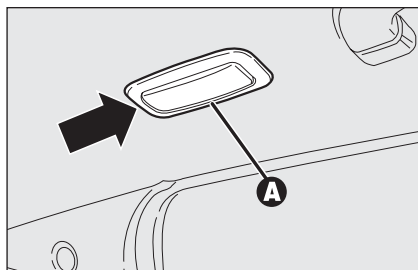

fig. 46
- enlever le plafonnier **A-fig. 46** en agissant dans le point indiqué par la flèche;